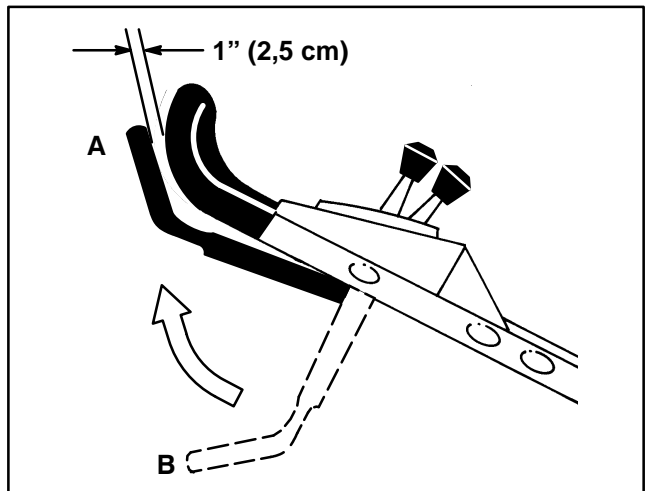

Abbildung 17
8. Die Schalteiste in die normale Betriebsstellung (Messer zugeschaltet) bringen (ca. 2,5 cm unter dem Handgriff) (Stellung A, Abb. 17). Das "Ventilatorgeräusch" deutet an, dass sich das Schneidmesser dreht.
9. Die Schalteiste loslassen (Abb. 17, Stellung B). Dann sollte ein "Knall" vernehmbar sein. Das Messer muss dann innerhalb von drei Sekunden zum Stillstand kommen.